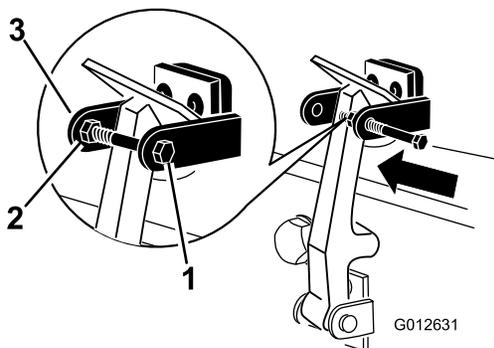

Рисунок 6
7. Вверните болт в другой рычаг кронштейна защелки капота для фиксации защелки в надлежащем положении (Рисунок 6). Надежно затяните болт, но гайку не затягивайте.